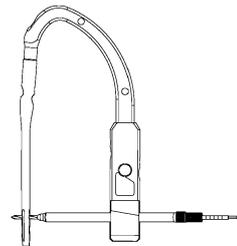

図11
- * 2) ディスタルスクリュー用スリーブ (ドリルスリーブ付き) を挿入し、ディスタルスクリュー用ドリルを通し、ネイルのスクリューホールに干渉しないことを確認します。(図11)